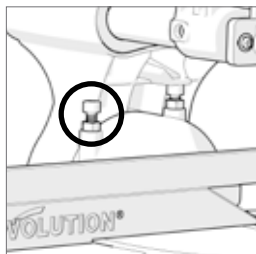

Fig. 16
- Tourner la vis selon les besoins avec une clé hexagonale vers l'intérieur ou l'extérieur. **(Fig. 16)**